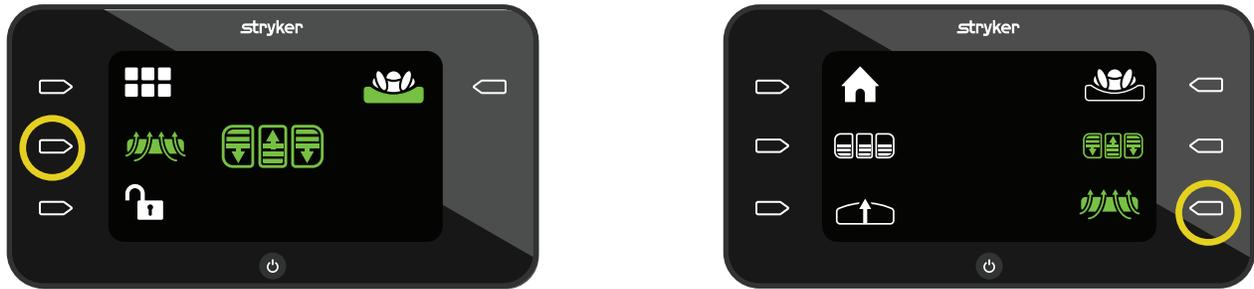

Figure 39 – FPA activée
2. Pour désactiver la FPA, appuyer sur le bouton d'action en regard de l'icône **FPA activée** (Figure 39).